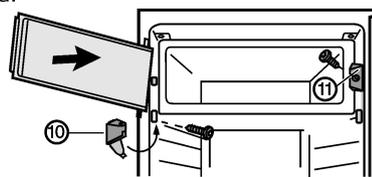

Fig. 7 \*
- ▶ Monte la pieza de cierre Fig. 7 (11).\*
- ▶ Monte el soporte de cojinete Fig. 7 (10) y cierre la cubierta.\*